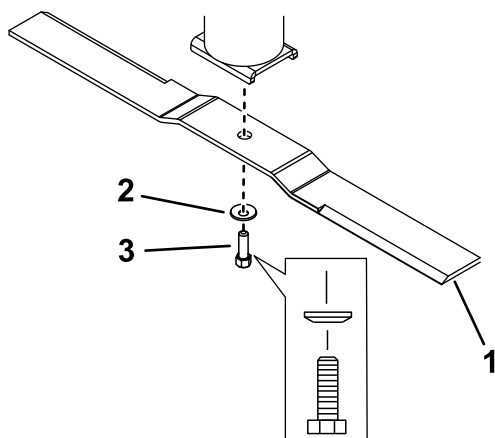

Figura 37
2. Retire el perno de la cuchilla, la arandela curva y la cuchilla del alojamiento del eje (Figura 37).
1. Instale la cuchilla en el eje (Figura 37).
2. Instale la arandela curva (con el lado cóncavo hacia la cuchilla) y el perno de la cuchilla (Figura 37).